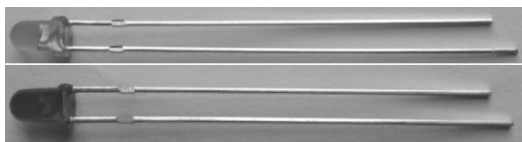

图 1-1-7 发光二极管
② 整流二极管故障分析:若上述检测中二极管的正、反向电阻都很小,甚至为零,表明管子内部短路;若测得二极管的正、反向电阻都很大,表明内部已断路。还可以用晶体管特性图示仪对二极管作较准确的测量。
③ 判别发光二极管极性:如图 1-1-7 所示,发光二极管多采用透明树脂封装,管心下部有一个浅盘,管内电极宽大的为负极,而电极窄小的为正极。也可从引脚的长短来判断。通常,长引脚为正极,短引脚为负极。